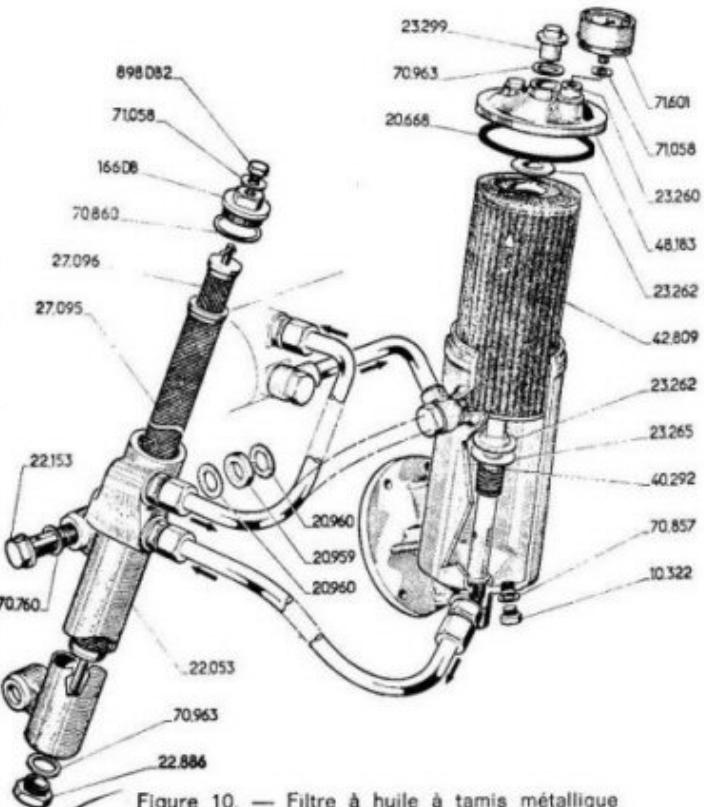

Figure 10. — Filtre à huile à tamis métallique et filtre à huile à cartouche.
d) Filtre à huile à tamis métallique (voir figure 10)
e) Filtre à huile à cartouche (voir figure 10)